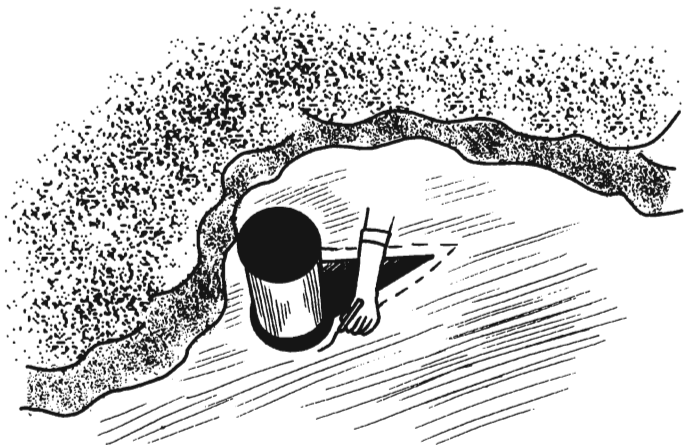

Рис. 75. Разметка котлована под насос
*Этап II.* На дно вырытого углубления помещают насос с накопительным резервуаром и обводят его контуры (рис. 75).